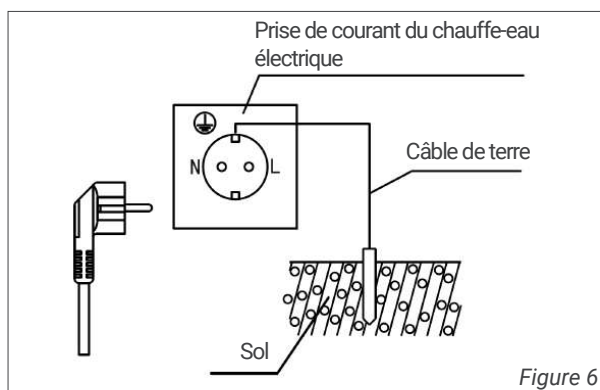

Figure 6
1. Lorsque vous utilisez le chauffe-eau pour la première fois ou après avoir vidé le réservoir puis l'avoir réutilisé, le réservoir du chauffe-eau doit d'abord être rempli d'eau. La méthode est la suivante : ouvrez la vanne d'entrée d'eau, levez la poignée de la vanne mélangeuse d'eau et tournez-la dans le sens des aiguilles d'une montre jusqu'à la zone de haute température, c'est-à-dire commencez à injecter de l'eau dans le réservoir intérieur. Lorsque de l'eau chaude sort, cela signifie qu'il est plein d'eau, puis tournez la poignée de la vanne de mélange d'eau dans le sens inverse des aiguilles d'une montre jusqu'à la zone de basse température et poussez-la jusqu'à la position fermée (comme illustré sur la Fig. 6).